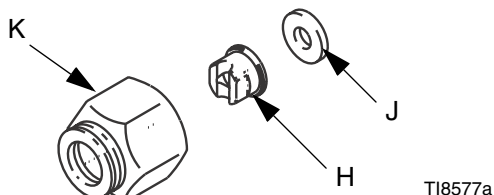

図. 7: スプレイチップの装着
2. スプレイチップ (H) とガスケット (J) をチップ保持ナット (K) に取り付けます。アセンブリをガンにしっかりとねじ込みます。レンチでアセンブリを締めます。See 図. 7 を参照のこと。
1. スプレーパターンの方向を調整するには、チップの溝を水平なパターンには水平に向け、垂直のパターンには垂直にします。図 7 を参照してください。